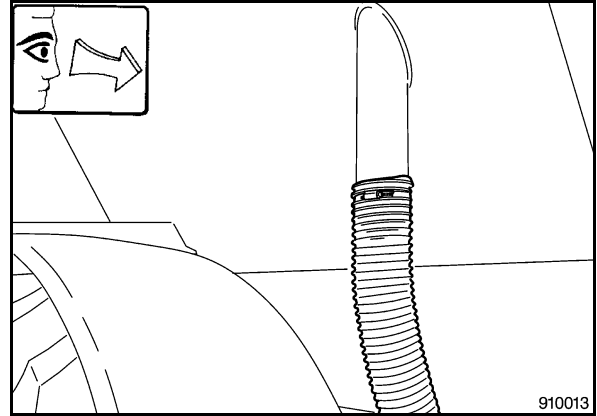

Bild 23
- Entlüftung (Bild 23) auf Durchlaß prüfen, ggf. Verstopfungen entfernen.